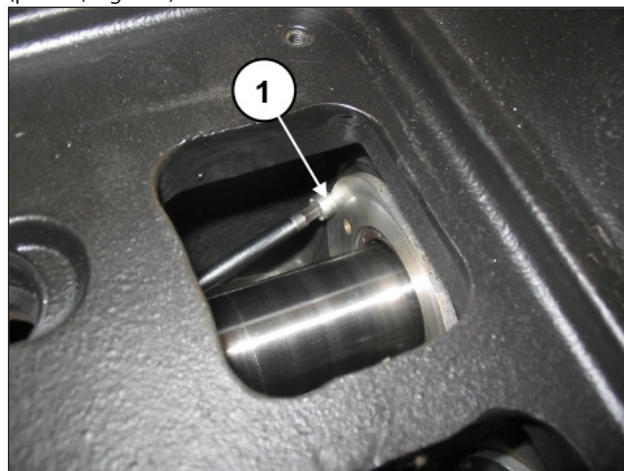

Fig. 113
Si es necesario sustituir el retén de la guía del pistón, desmontar la tapa de retención como se indica a continuación: Aflojar los 2 tornillos de bloqueo de la tapa de retención (pos. ①, Fig. 113).